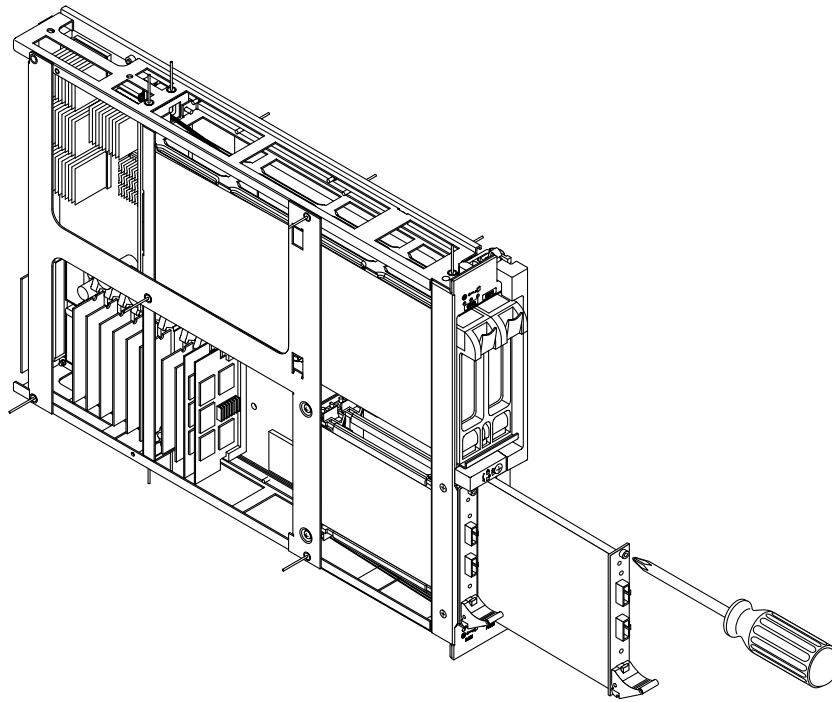

FIGURE 4-6 Remplacement d'un module optique dans un assemblage (système Sun Fire 15K/12K)
4. Tenez le module optique par ses côtés ou le panneau frontal et faites-le glisser entre les deux guides, dans l'emplacement, FIGURE 4-6.